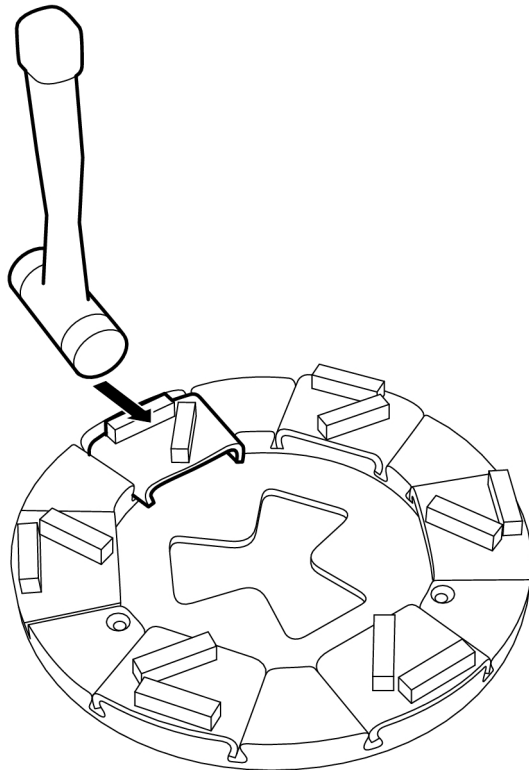

Bild 4-13. Lossning av slipverktyg
1. Lossa slipverktyget genom att slå några lätta slag med en gummihammare så låsningen släpper, se Bild 4-13, sidan 23. Lyft därefter upp verktyget ur styrspåret.